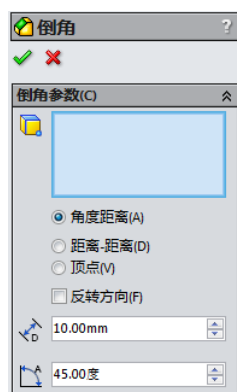

图 2-21 “绘制倒角”属性管理器
- (1) 按住 Ctrl 键, 选择要做倒角的两个草图实体。
- (2) 单击“草图”工具栏中的“绘制倒角”按钮, 或执行“工具”→“草图工具”→“倒角”菜单命令。
- (3) 出现“绘制倒角”属性管理器, 如图 2-21 所示。
- (4) 在“倒角参数”栏下选择倒角的类型, 图 2-21 所示中的两个单选按钮对应两种倒角